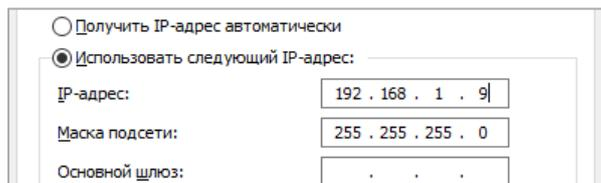

Рисунок 6.21
- В сетевых настройках ПК должны быть заданы IP-адрес и маска подсети (Рисунок 6.21).